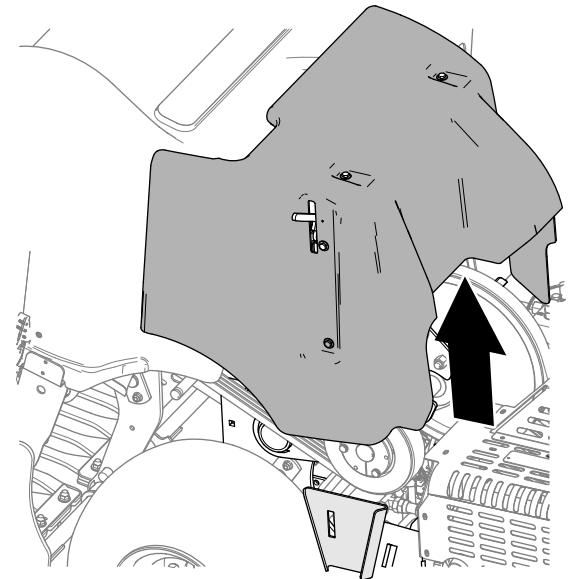

Bild 143
3. Heben Sie die Riemenabdeckung von der Maschine ab (Bild 143).